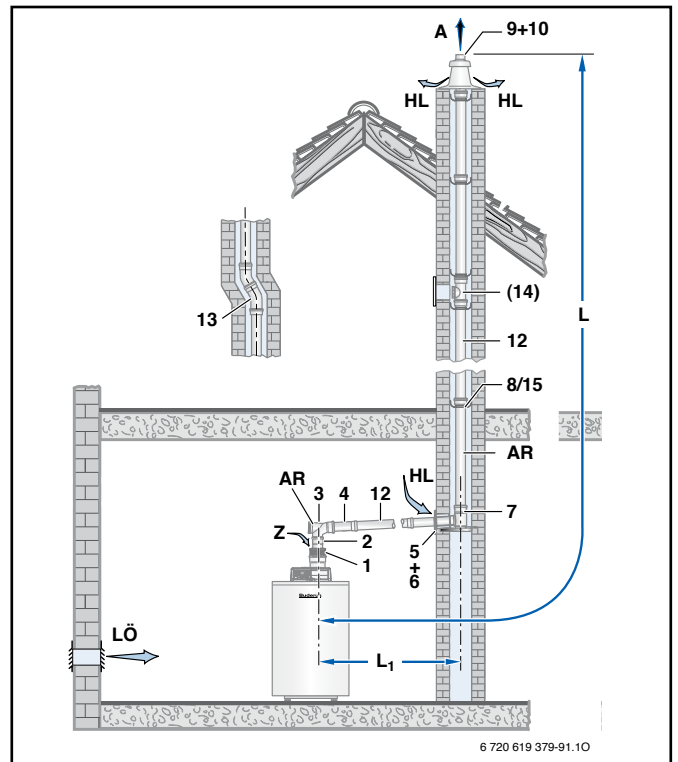

Figura 97 Variante di montaggio con il set GA (lunghezza totale massima consentita L del condotto fumi → tabella 57; componenti → tabella 58)
**i** In questo caso applicativo deve essere impiegato il set base GA con copertura del vano e tubo di sbocco di acciaio inossidabile (→ figura 97).